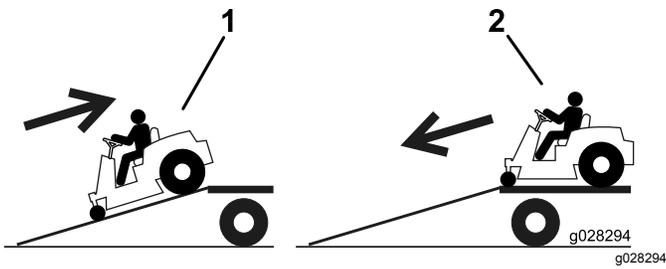

Figure 22
4. Montez la rampe en marche arrière (Figure 22).
2. Descendez la rampe en marche avant (Figure 22).